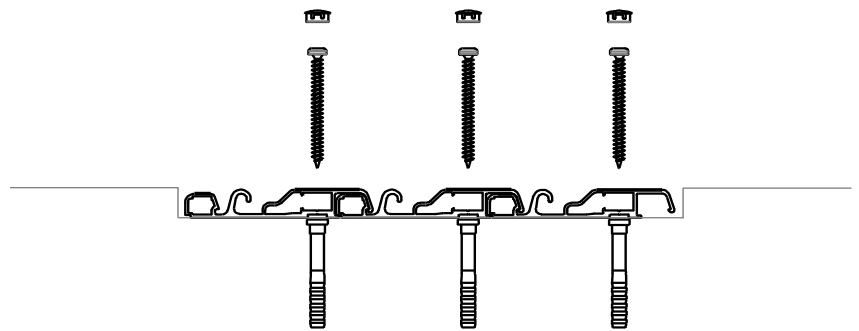

Bild 105
1.9. Montage von vertieften Schienen (Bild 105 a 106)